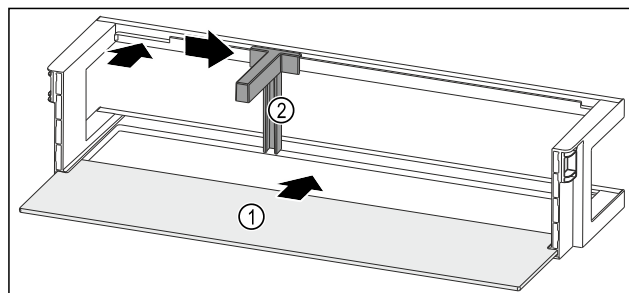

Fig. 268 Türabsteller mit Abstellfläche
- Abstellfläche Fig. 268 (1) in die seitlichen Aussparungen einschieben.
- Flaschenhalter Fig. 268 (2) in die Aussparung einsetzen.
- Flaschenhalter Fig. 268 (2) in gewünschte Position zur Seite schieben.